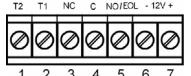

Fig. 4 Terminal block I Bloque de terminales I Plaque à bornes I Morsettiera I Opis zacisków
8. Connect wire to terminal block.(Fig. 4)
Terminal Block Connections (See Fig. 4)
Conexiones del bloque de terminales (véase la Fig. 4)